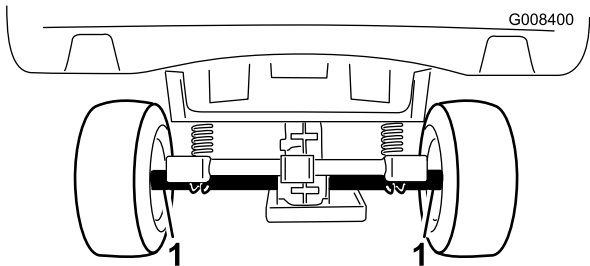
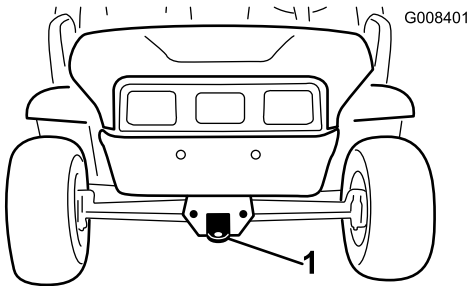

Figura 21
Figura 22
Utilize um atrelado para mover a máquina numa longa distância. Verifique se a máquina se encontra bem presa ao atrelado. Consulte Figura 21 e Figura 22 para localizar os pontos de fixação da máquina.
2. Ate um cabo de reboque ao garfo, na parte dianteira do chassis da máquina (Figura 22).